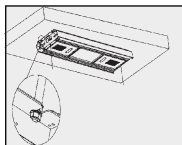

图3
2. 将主机固定在打好的膨胀螺栓上, 并使用螺母和垫片固定牢固(如图3)